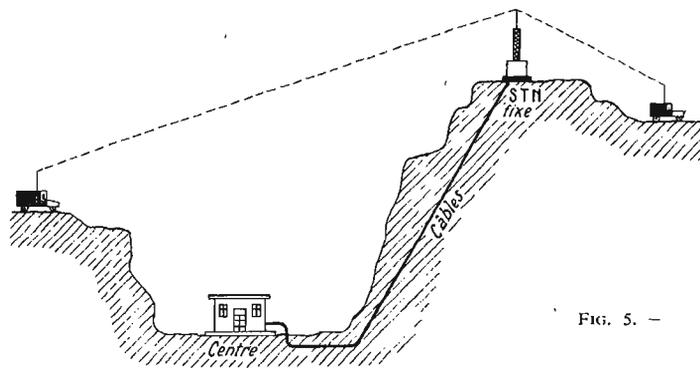

Fig. 5. —
b) On peut rencontrer le cas où le centre directeur se trouve dans un immeuble bas encadré par d'importantes constructions, ou bien dans un immeuble bas encadré par d'importantes constructions, ou bien dans un bâtiment situé au fond d'une vallée environnée par des collines ou des montagnes. Il est alors possible de demander l'autorisation de l'installation du poste fixe en **déport** sur un « point haut » voisin (toit d'un immeuble élevé ou sommet de la colline). Les signaux des communications (modulation et écoute) ainsi que la télécommande de l'émetteur-récepteur, sont acheminés par câbles entre le centre directeur et le poste proprement dit (Fig. 5).